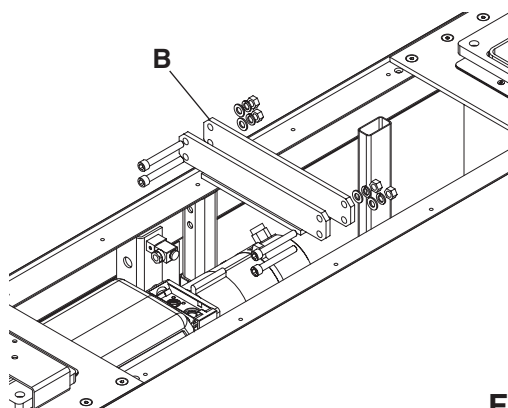

Fig. 23
- Montare il supporto dell'asta asolata (B) **fig. 23**.
- Install slotted bar mount (B) **fig. 23**.
- Die Stütze des Lochstabs (B) **Abb. 23** einbauen.
- Monter le support de la tige avec fente (B) **fig. 23**.
- Montar el soporte de la barra con ranuras (B) **fig. 23**.